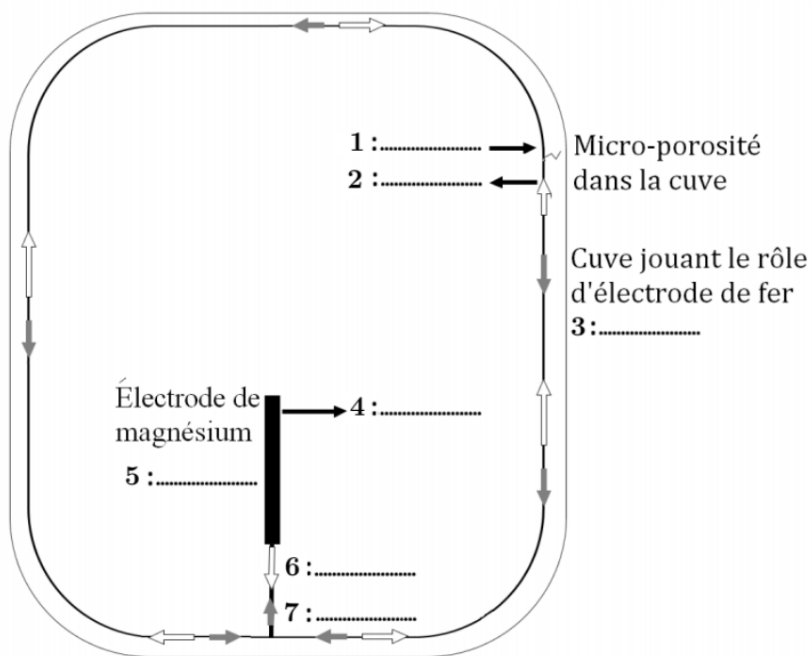

FIGURE 3 – Schéma de la cuve du chauffe-eau
9. Un schéma de la cuve du chauffe-eau est présenté sur la figure 3. Sur ce schéma, associer à chaque numéro de 1 à 7 le terme manquant, en choisissant parmi les termes suivants : anode, cathode, sens des électrons, sens du courant électrique, $\text{Mg}^{2+}_{(\text{aq})}$, $\text{O}_{2(\text{g})}$ et $\text{HO}^{-}_{(\text{aq})}$